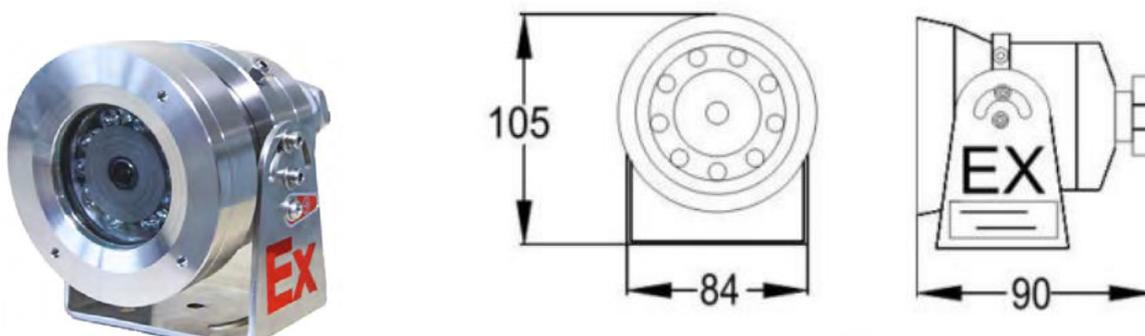
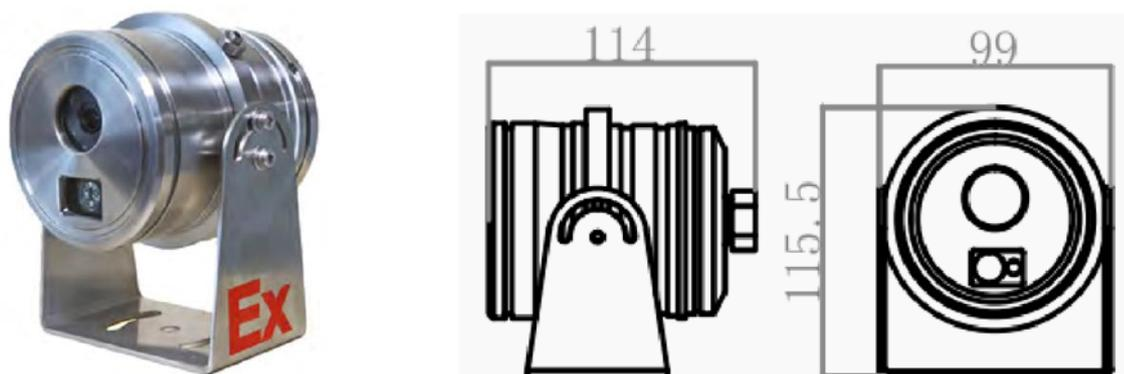

Рис. 1 – Общий вид мини видеокамеры взрывозащищенной с ИК-подсветкой модель Кондор-ВК-Ex-50-Н/М исп.1
Рис. 2 – Общий вид мини видеокамеры взрывозащищенной с ИК-подсветкой модель Кондор-ВК-Ex-50-Н/М исп.2
2.1. Мини видеокамера взрывозащищенная с ИК-подсветкой модель Кондор-ВК-Ех-50 выпускается в двух исполнениях: исп.1 и исп.2. Исполнения различаются размещением ИК-подсветки и габаритами (Рис.1 и Рис.2). У исп.1 ИК-подсветка размещена по окружности вокруг объектива. У исп.2 ИК-подсветка размещена в отдельном окне ниже объектива.